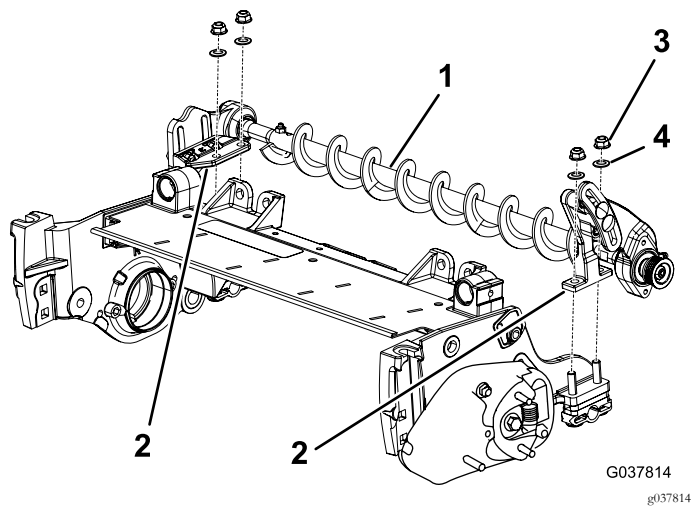

Bild 5
1. Setzen Sie die Befestigungshalterungen der Rollenbürste auf die Schrauben der Rollenhalterung (Bild 5).